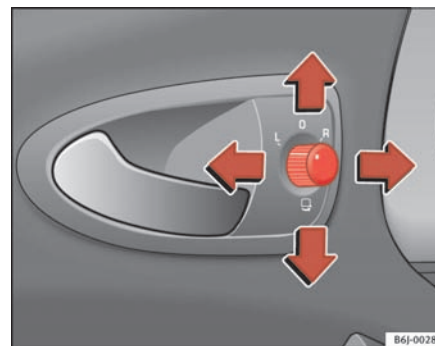

Fig. 63 Knap til indstilling af sidespejle
- Drej knappen ⇒ fig. 63 til position **L** (venstre sidespejl).
- Drej knappen ⇒ **side 99, fig. 63** til position  for at klappe sidespejlene ind. For at undgå skader skal du altid klappe sidespejlene ind, når du kører din bil i et automatisk vaskeanlæg.